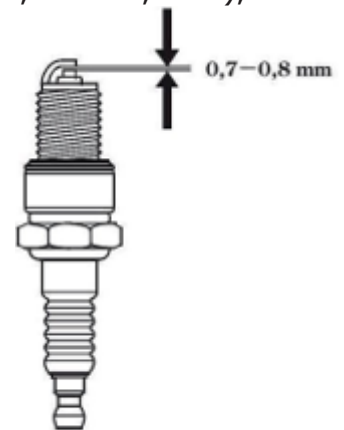

рис.6
#### 6.2 Свеча зажигания см. рис.6
- рекомендуется проверить величину межэлектродного зазора, который должен составлять 0,7-0,8 мм. При существенном отклонении величины зазора от указанной, необходимо его отрегулировать (восстановить) или заменить свечу (см. рис.6);